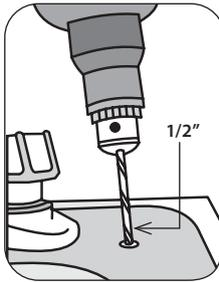

Fig. 5. Usar broca adecuada al material a perforar.
2. Perforar la tarja*. (Ver Fig. 5).